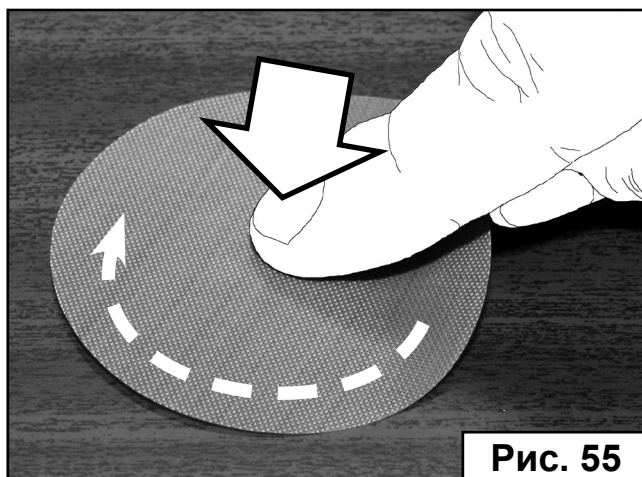

Рис. 55
2. Слегка прижимая салфетку к поверхности (Рис. 55), плавными круговыми движениями протрите обследуемую поверхность.